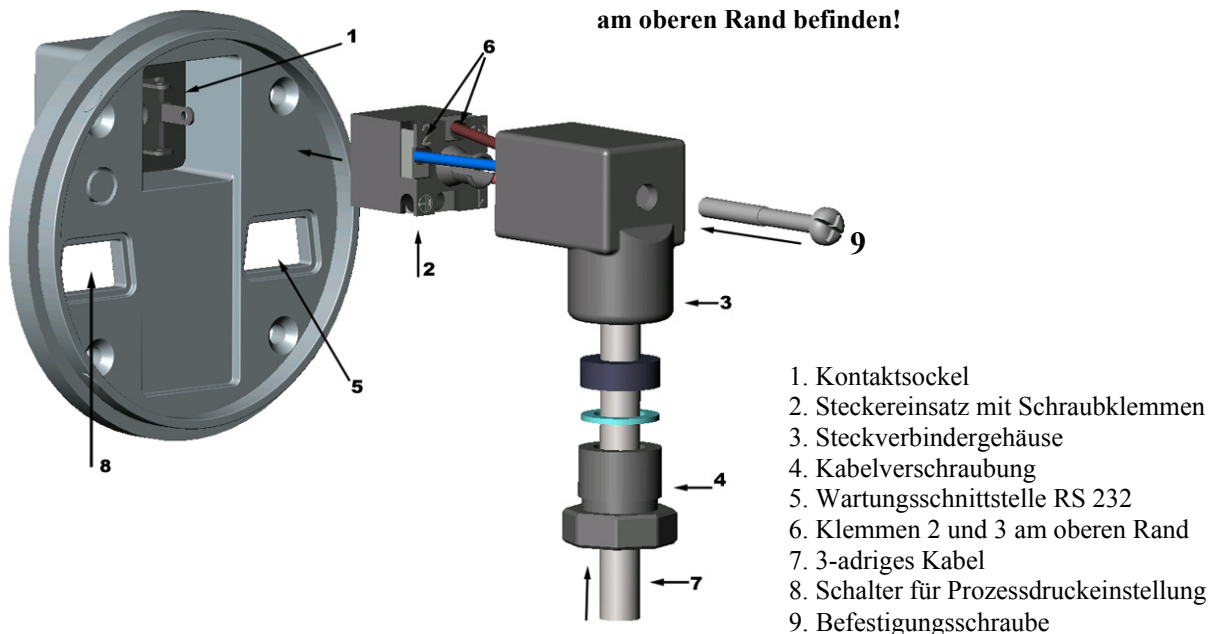

Abb. 2. Verkabelung und Installation des Steckverbinders.
Um in Prozessen mit Überdrücken möglichst genaue Messungen zu erzielen, sollte der Prozessdruck für den DMT242 über die Druckschalter (siehe Abb.2, Pos. 8) entsprechend der Tabelle 1 eingestellt werden. Bei Auslieferung ist der Prozessdruck auf 1 bar eingestellt, d.h. Schalter Nr. 4 befindet sich in Stellung Ein.
5. Schieben Sie den Steckereinsatz nach der Montage der Adern, wie in Abb. 2 dargestellt, wieder zurück in das Steckverbindergehäuse. Drücken Sie die Befestigungsschraube durch das Gehäuse und verschrauben Sie es mit dem Einsatz. Verbinden Sie den so verkabelten Steckverbinder mit dem Kontaktsockel im Messwertgeber. **HINWEIS:** Der korrekte Anschluss lässt sich nicht herstellen, wenn sich der Steckverbinder NICHT in der in Abb. 2 gezeigten Position befindet.